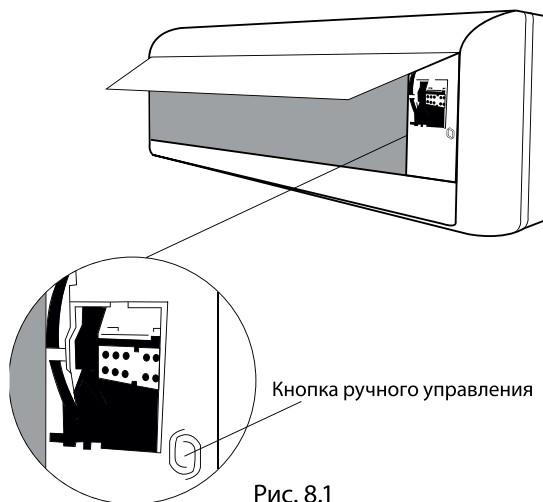

Рис. 8.1
- Кнопка MANUAL CONTROL [Ручное управление] расположена с правой стороны блока. Чтобы перейти в режим COOL нажмите кнопку 2 раза (см. рис. 8.1).